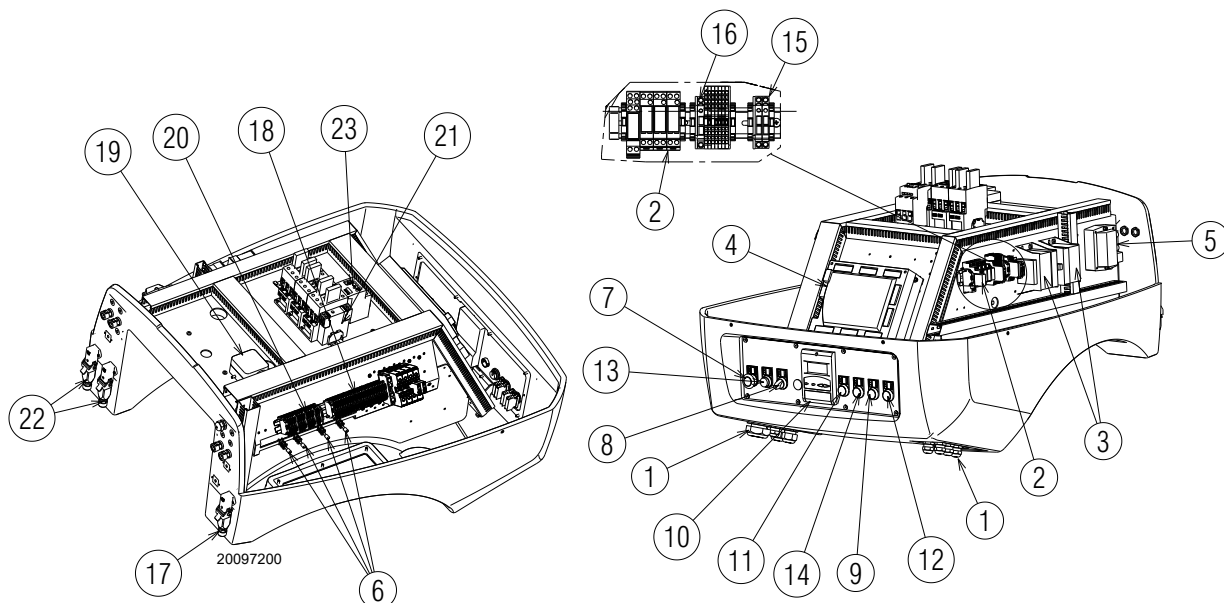

Fig. 6
- **Blocage de la boîte de contrôle:** l'allumage du bouton 13)(Fig. 6) (**DEL rouge**) avertit que le brûleur est mise en sécurité. pour le débloquent, appuyer sur le bouton 13)(Fig. 6).